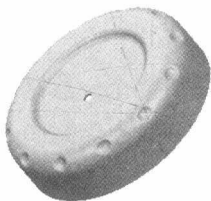
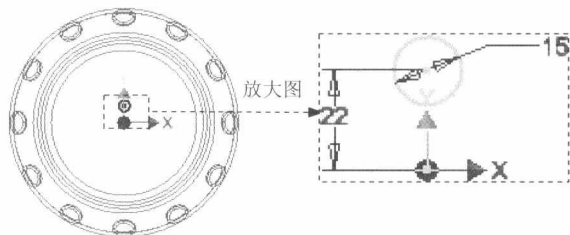

图 1.16 拉伸特征 1
图 1.17 截面草图
Step10. 创建图 1.16 所示的拉伸特征 1。在 **创建** 区域中单击 **拉伸** 按钮，选取 XZ 平面作为草图平面，绘制图 1.17 所示的截面草图，在“拉伸”对话框将布尔运算设置为“求差”类型 **求差**，然后在 **范围** 区域中的下拉列表中选择 **贯通** 选项，将拉伸方向设置为“方向 1”类型 **方向 1**。单击“拉伸”对话框中的 **确定** 按钮，完成拉伸特征 1 的创建。